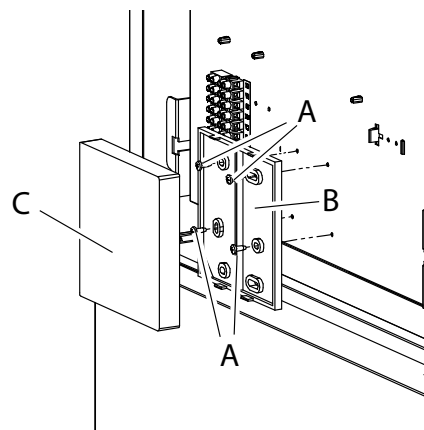

fig. 17 - Installation de la commande à distance
Pour l'installation de la commande à distance (voir C fig. 17) à bord de la machine, procédez comme suit :
- Fixez la couverture arrière (voir B fig. 17) de la commande à distance à l'aide des 4 vis (voir A fig. 17) pré-montées sur le panneau électrique.
- Accrochez la commande à distance (voir C fig. 17) à la couverture arrière (voir B fig. 17) à l'aide des broches d'emboîtement appropriées.